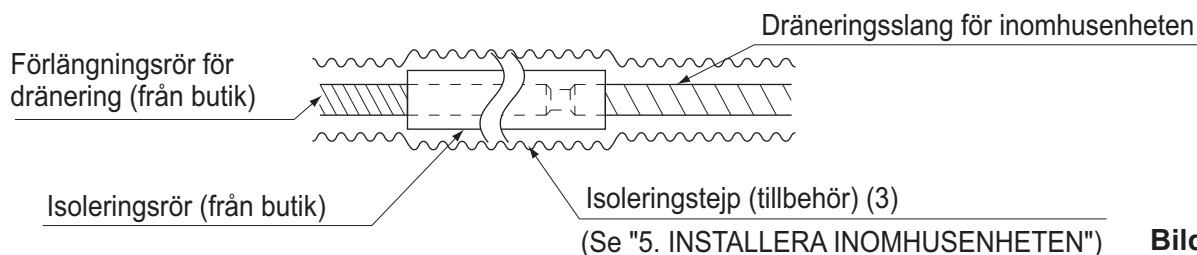

Bild 18
- Vid förlängning av dräneringsslangen ska en förlängningsslang (finns i butik) användas. Denna ska isoleras i hela den längd som dras inomhus. **(Se bild 18)**